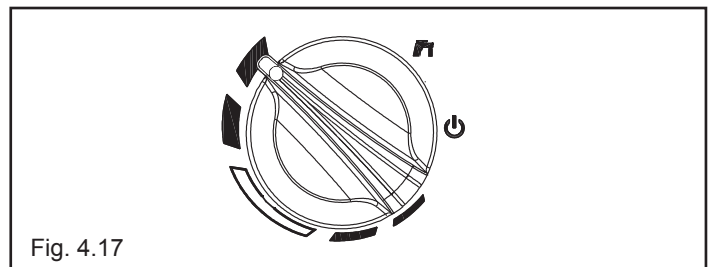

Fig. 4.17
- portare il selettore temperatura acqua riscaldamento al valore massimo (fig. 4.17)
- portare il selettore temperatura acqua riscaldamento al valore massimo, selettore sul simbolo **+** (Fig. 4.17)